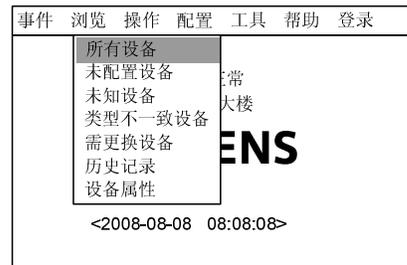
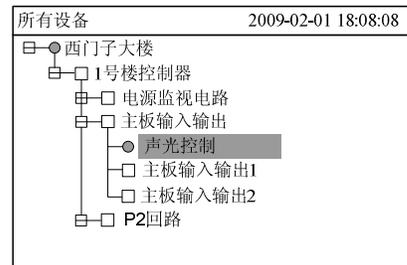

图 13-2
图 13-3
2. 按“→”键选择“浏览”子菜单（图 13-2），然后按“↓”键选择“所有设备”，然后按“OK”键，树状图显示出来（图 13-3）。在树状图中通过站、回路、点一层一层向下查找，直到找到需要启动或停止的设备。